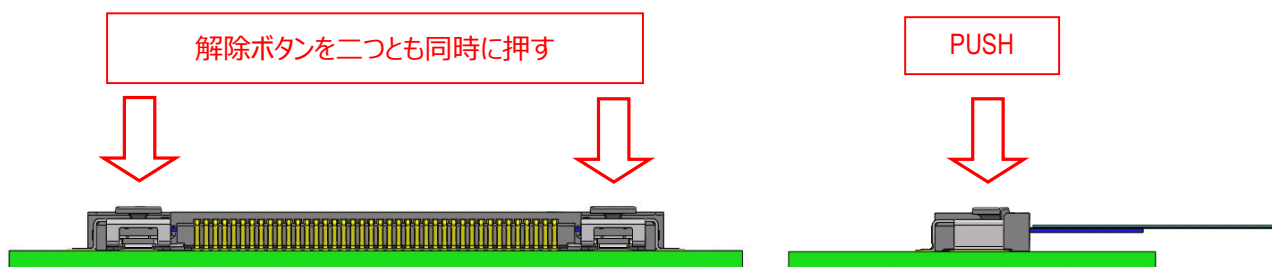

図. 3-2 FFC/FPC 抜去方法 2
- ② 図 3-2 の様に、コネクタ上面の解除ボタンを上方から同時に左右二つとも押す。